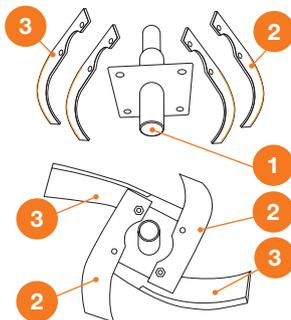

Рис. 3
- Подготовьте для сборки на каждый фланец осей **1** по два левосторонних ножа **2** и два правосторонних ножа **3** (Рис. 3).
- Установите левосторонние ножи **2** на одной плоскости фланца **1** зеркально друг другу и зафиксируйте их при помощи крепежных элементов **4** (Рис. 3).
- Правосторонние ножи **3** установите на обратной стороне фланца, расположив их перпендикулярно относительно левосторонних ножей и закрепите их при помощи крепежных элементов **4** (Рис. 3).